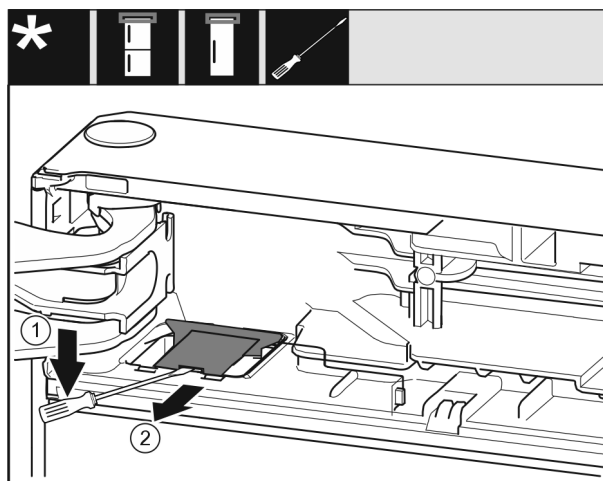

Fig. 10
- Išdrožiniu atsuktuvu atkelkite dengiamąją plokštelę ir ją padėkite. Fig. 10 (1)
- Išimkite dengiamąją plokštelę. Fig. 10 (2)